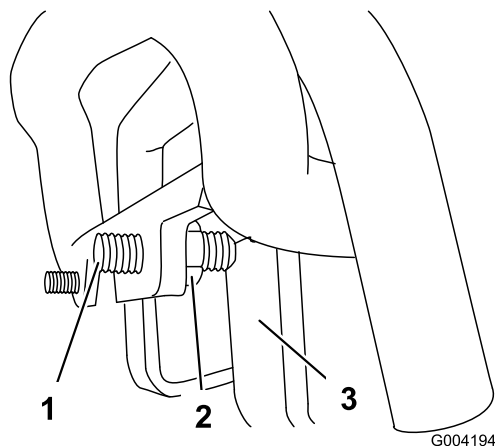

Figura 55
3. Si la unidad de tracción se desvía a la **izquierda**, afloje la contratuerca de la **derecha** y ajuste el tornillo de fijación de desplazamiento en la parte delantera del control de tracción (Figura 55).
4. Si la unidad de tracción se desvía a la **derecha**, afloje la contratuerca de la **izquierda** y ajuste el tornillo de fijación de desplazamiento en la parte delantera del control de tracción (Figura 55).